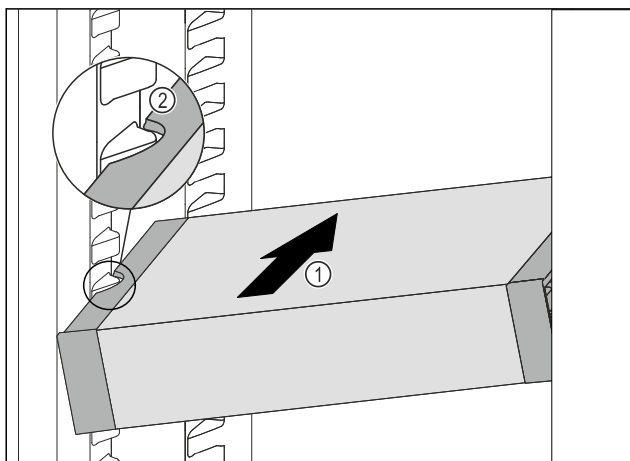

Fig. 84
- A VarioSafe fiókot ferdén tolja be a hűtőrészbe Fig. 84 (1) annyira, hogy a VarioSafe oldalsó kivágásai Fig. 84 (2) a hűtőrészben a tartóborda magasságában legyenek.